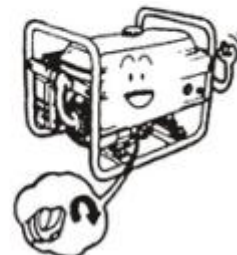

Рис. 11
5.1.3 Якщо рівень масла нижче нижньої граничної позначки щупу, долийте масла до рівня верхньої позначки щупу (Рис.11).